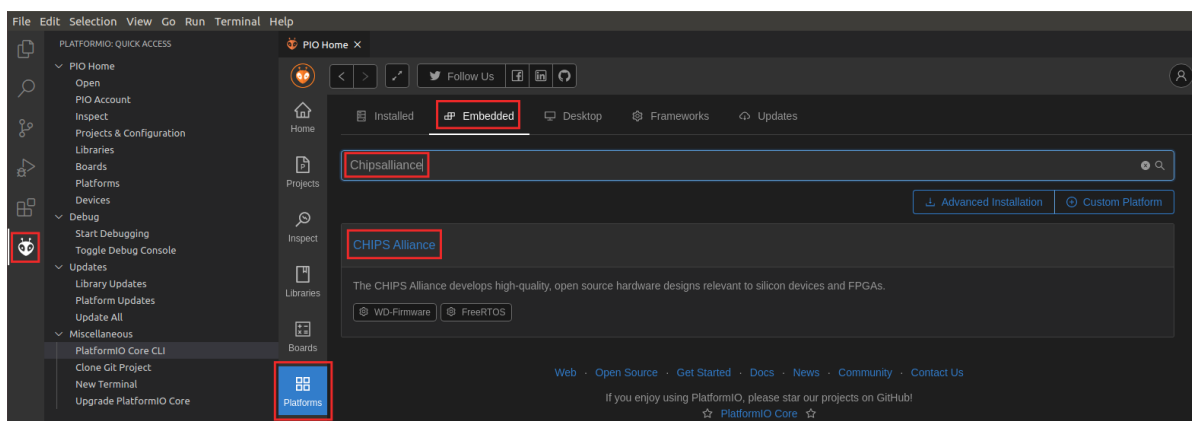

Figura 41. Selección de la plataforma Chips Alliance
- Para ver el menú de acceso rápido, haga clic en el botón  localizado en la barra de la izquierda (Figura 41). Luego, en el PIO Home, haga clic en el botón  y luego en la pestaña  (Figura 41). Busque **Chipsalliance** (la plataforma que se usa en RVfpaga) y ábrala haciendo clic en el botón **CHIPS Alliance** (Figura 41).